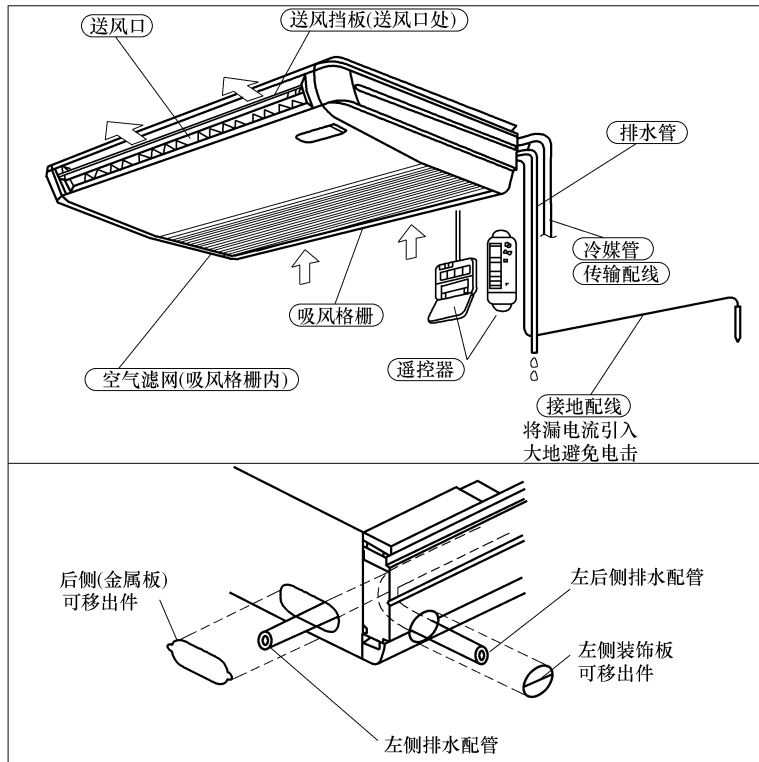
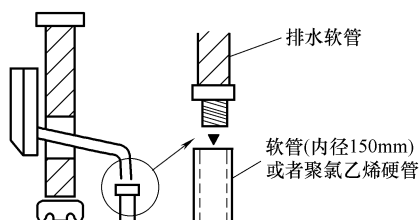

图 3-39 天花板悬吊室内机冷凝水管安装图例
图 3-43 壁挂式室内机冷凝水管安装示意图三
1. 自然排水机组冷凝水管安装 (图 3-39~图 3-43)